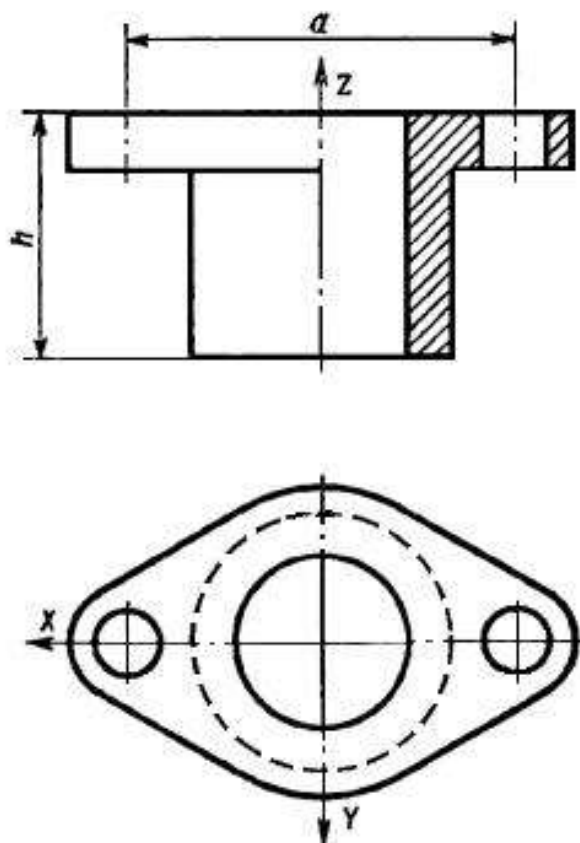

Рисунок 6. Чертеж крышки сальника.
**Последовательность построений**, которые необходимо выполнить для получения прямоугольной аксонометрической проекции крышки сальника, изображенного на рис. 6: